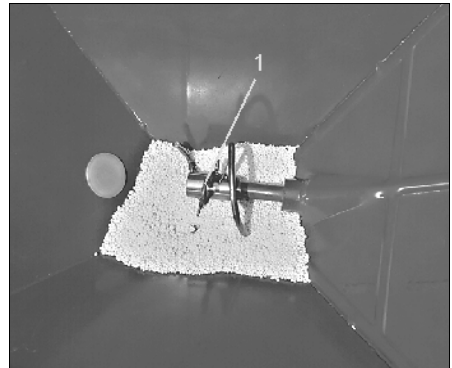

Fig. 61
- Die Abschersicherung der Rührwelle erfolgt über die Rührspiralen-Federvorstecker (Fig. 61/1)